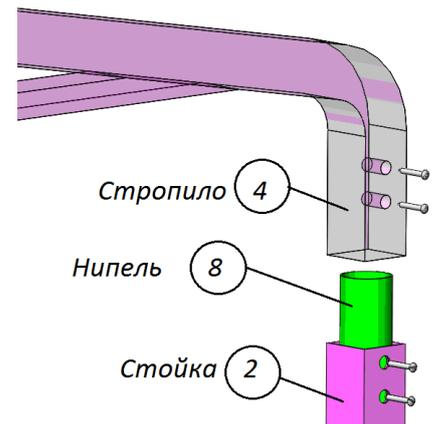

Рис. 3
6) Соедините Стрингеры (Поз. 6) с фронтонами, вставив их до упора в гнезда фронтонов, и зафиксируйте кровельным саморезами 4,8 х 19. Соедините стрингеры со стойками и стропилами при помощи саморезов 5,5*38 (Рис. 3). ВНИМАНИЕ! Выпуклые части стрингеров должны быть направлены к центру (вовнутрь) теплицы.